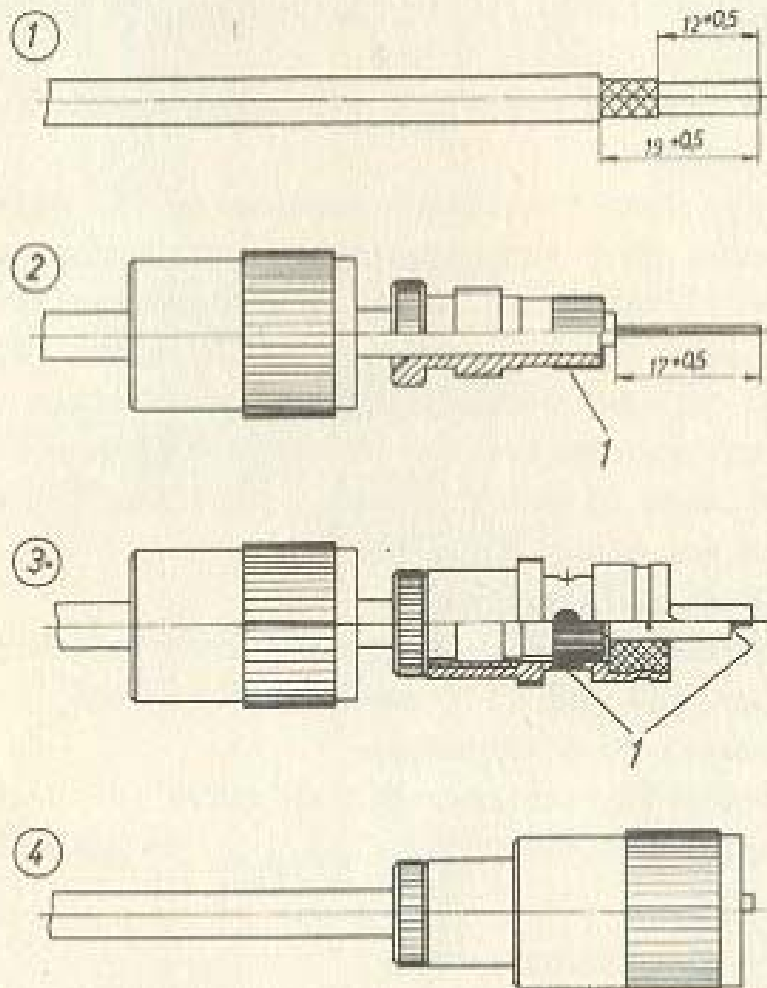

Bild 6
4.3.1. Montage des HP-Steckers UC 1-W/R 6,0 an das HP-Kabel 50-3-1 TGL 200-1579 (Bild 6)